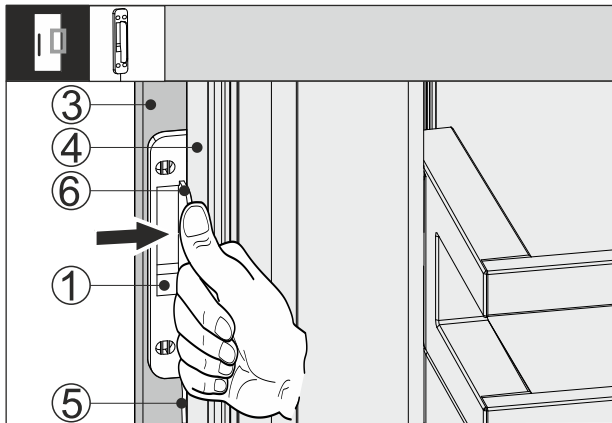

Fig. 66
- ▶ Shtyni sensorin e trokitjes Fig. 66 (1) midis kanatit të mobilies Fig. 66 (3) dhe derës së pajisjes Fig. 66 (4) në mënyrë të tillë që kabloja Fig. 66 (5) të jetë paksa e tendosur. Ndaluesi Fig. 66 (6) i sensorit të trokitjes mbështetet në derën e pajisjes Fig. 66 (4).
- ▶ Ngjishni sensorin e trokitjes Fig. 66 (1) në kanatin e mobilies Fig. 66 (3).
- ▷ Sensori i trokitjes Fig. 66 (1) do të ngjitet. Ngjitja e sensorit të trokitjes përmirëson transmetimin e sinjalit të trokitjes.
Fiksimi i përhershëm i sensorit të trokitjes Fig. 66 (1) rrit jetëgjatësinë.
- ▶ Mbërtheni sensorin e trokitjes Fig. 66 (1) në kanatin e mobilies Fig. 66 (3) me vidat e ofruara.